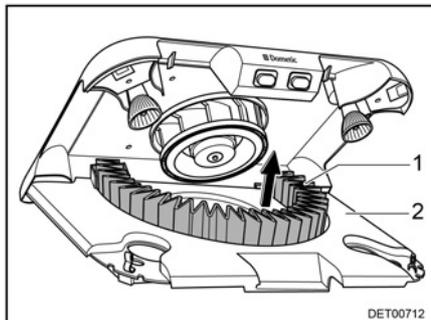

Fig. 121 Cambio del filtro de carbón activado
- Extraer el filtro de carbón activado (Fig. 121,1) hacia arriba del soporte.
- Girar el porta filtro (Fig. 121,2) hacia arriba hasta que engatille.